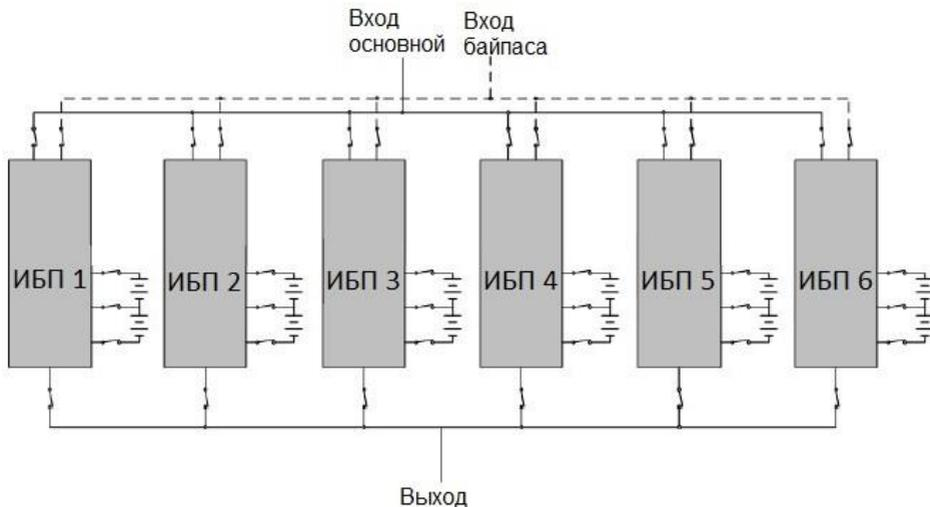
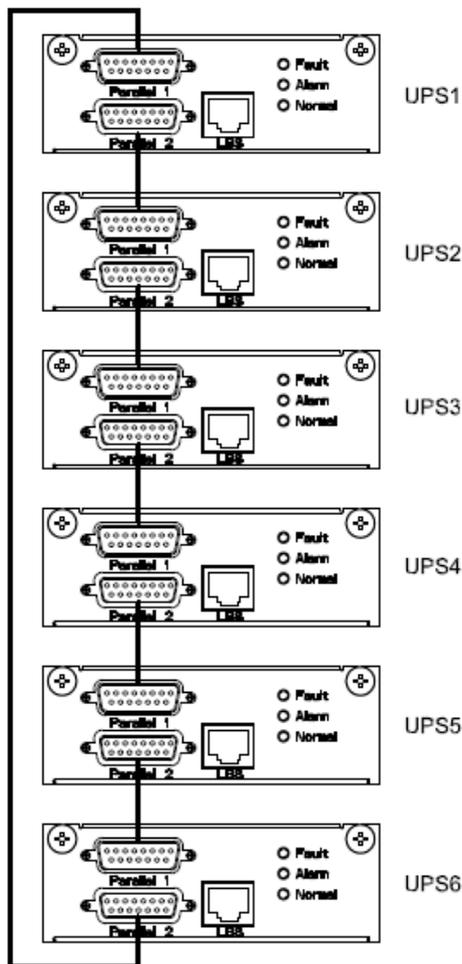

Рисунок 6 – Пример схемы подключения изделий в систему параллельного резервирования с выходным распределительным шкафом
Рисунок 7 – Схема соединения изделий в «кольцо» через параллельные порты
Изделие имеет встроенный параллельный контроллер и может работать в системе бесперебойного питания с параллельным резервированием (см. рисунок 6 и рисунок 7). Целью такой системы является либо повышение надежности (резервирование), либо увеличение общей выходной мощности (масштабирование).
- отключите входное сетевое питания каждого изделия, убедитесь в том, что все внешние выключатели разомкнуты (см. рисунок 6);